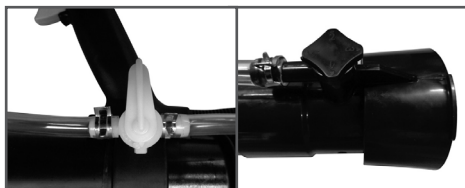

Рис. 6 Установка выпускного шланга
5. Установите выпускной шланг опрыскивателя и закрепите его хомутами на штуцерах дозатора сопла и запорного крана (Рис. 6).